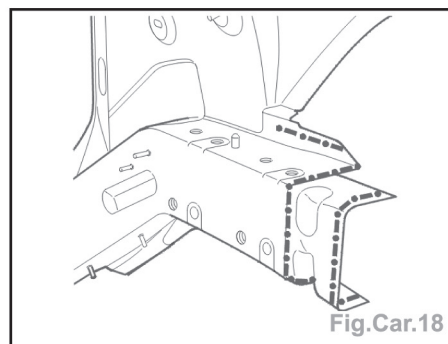

Fig.Car.18
- Préparer les bords d'accostage (Fig.Car.18).